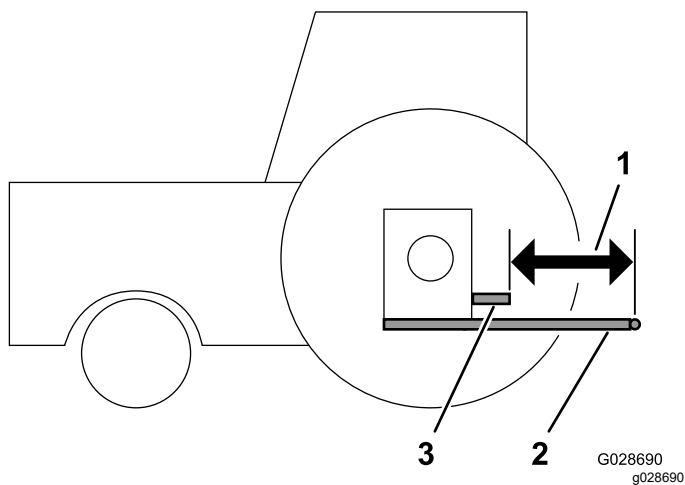

Рисунок 9
1. Поместите поперечную линейку на концы продольных рычагов, чтобы определить расстояние между ними и торцом выходного вала механизма отбора мощности (Рисунок 9).
2. Измерьте расстояние между концом выходного вала механизма отбора мощности и точкой крепления нижних продольных рычагов (Рисунок 9). Запишите измеренное значение здесь: